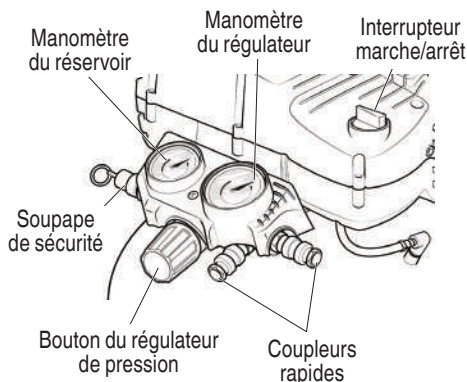
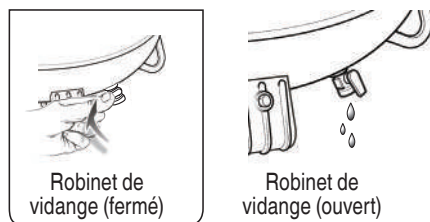

Fig. 3
Fig. 4
- Insérez le tuyau dans le coupleur rapide déjà installé sur le compresseur (Fig. 3).
- Complètement tourner le bouton du régulateur de pression dans le sens horaire pour ouvrir le débit d'air. (Fig. 3)
- Placer l'interrupteur dans la position **ARRÊT (O)** et brancher le cordon d'alimentation.
- Complètement ouvrir le robinet de vidange (Fig. 4).
- Placer l'interrupteur dans la position **ARRÊT (O)**.
- Fermer le robinet de vidange (Fig. 4)